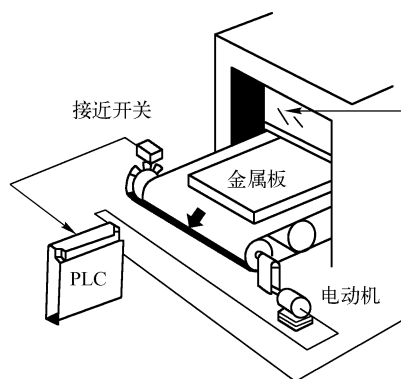

图 4-96 定位及减速控制装置
4. 图 4-96 所示为一定位及减速控制装置，请根据动作要求写出梯形图及指令表。